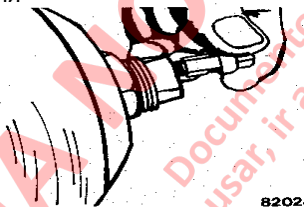

FIGURA 3-13 DESMONTAJE DEL NUCLEO DE LA VALVULA
3. Presione el núcleo de la válvula para liberar la presión de precarga del gas del cilindro del acumulador. (Consulte la Figura 3-13).
2. Saque el núcleo de la válvula de gas utilizando la herramienta del núcleo de válvula. (Consulte la Figura 3-13).